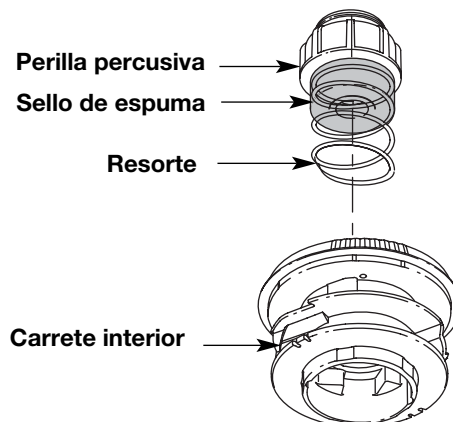

Fig. 18
1. Saque la perilla percusiva, el resorte y el sello de espuma girando la perilla percusiva en sentido antihorario (Fig. 18).
Si el SpeedSpool® no suelta línea en forma correcta, tire firmemente de los extremos de la línea de la bobina (Fig. 18). Si al hacer esto la línea no se suelta, siga las instrucciones de *limpieza del SpeedSpool®* a continuación.
2. Saque la botón de tope, el resorte y el sello de espuma (Fig. 18).
3. Saque el carrete interior con la línea existente de la bobina exterior (Fig. 18).
7. Coloque la botón de tope, el resorte y el sello de espuma en la bobina exterior (Fig. 18).